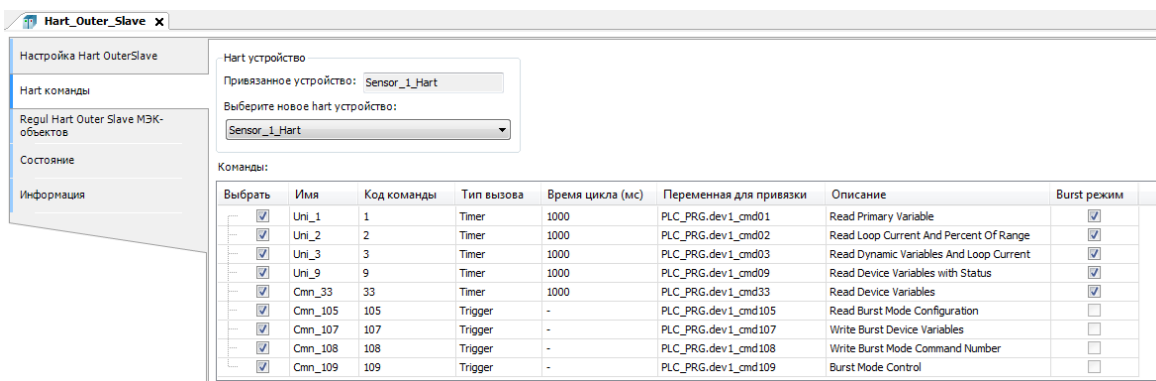

Рисунок 25 - Добавление и привязка команд для Burst режима
- Добавьте в код переменные соответствующих типов (PLC_PRG). В экземпляры этих переменных будут копироваться данные из полученных Burst пакетов. В списке команд из п.3 на вкладке **Hart команды** привяжите добавленные переменные к активным командам с помощью ассистента ввода в поле **Переменная для привязки**. (Рисунок 25).